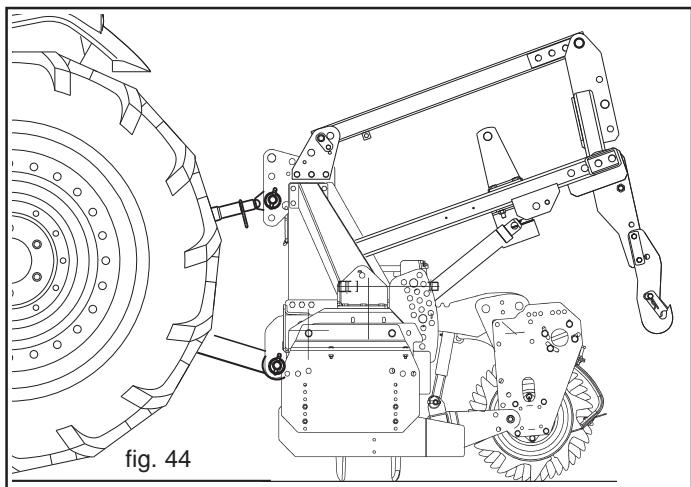

fig. 44
- 2) Installer l'attelage du semoir (Fig. 44) et du dispositif de fin de course, fourni avec la herse rotative, selon les indications figurant dans le manuel d'**Utilisation et Entretien** de l'équipement.